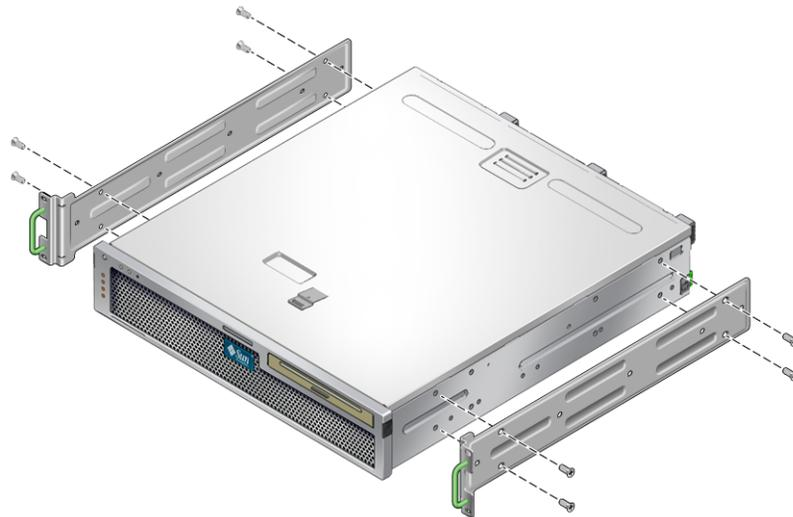

ABBILDUNG 3-7 Befestigen der Festmontagehalterung am Server
2. Befestigen Sie jede Festmontagehalterung mit vier M5 × 8 mm Kreuzschlitz-Senkschrauben an den Seiten des Servers (ABBILDUNG 3-7).